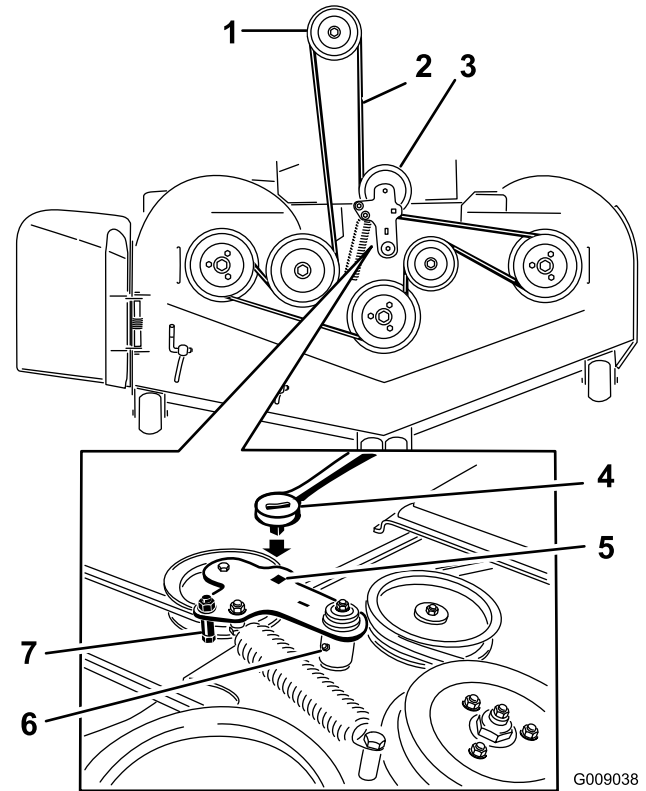

Figura 82
9. Pase la correa nueva alrededor de las poleas del cortacésped y de la polea del embrague, debajo del motor (Figura 82).
10. Instale la guía de la correa en el brazo tensor según se muestra en Figura 82.
11. Utilizando la llave de carraca en el taladro cuadrado, instale el muelle tensor (Figura 82).
5. Utilice una llave de carraca en el taladro cuadrado del brazo tensor para aliviar la tensión del muelle tensor (Figura 82).
7. Retire la guía de la correa del brazo tensor tensado con muelle según lo ilustrado en Figura 82.